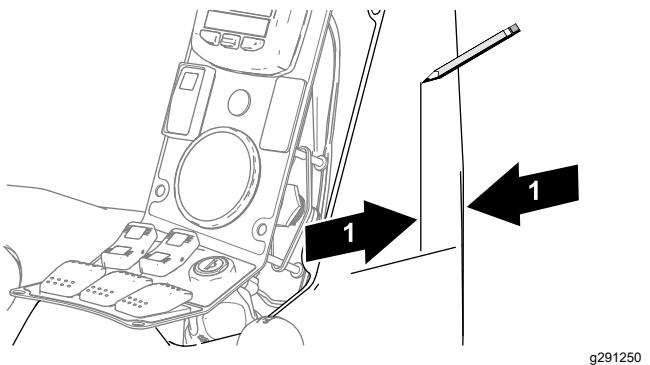

Figure 13
2. Mesurez 47 mm à partir du coin de la console de commande, le long du trait tracé à l'opération 1, puis tracez un trait vertical de 50 mm sur la console de commande, comme montré à la Figure 13.